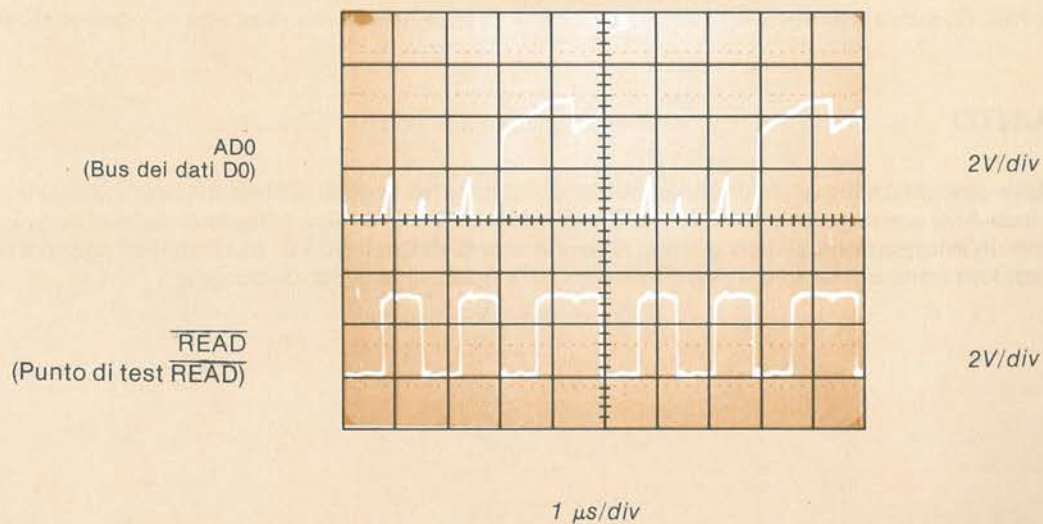

Figura 10-7. I dati stabili presenti sulla linea AD0 sono letti dal microprocessore sul fronte di salita del segnale  $\overline{\text{READ}}$
- I) Collegare il canale A ancora ad AD0 e il canale B alla linea di  $\overline{\text{READ}}$  (servitevi del punto di test  $\overline{\text{READ}}$  per l'analisi della firma, posto subito sotto la fila dei LED del bus degli indirizzi). La Figura 10-7 vi mostra l'immagine che vi si presenterà sullo schermo. Quando  $\overline{\text{READ}}$  è basso la memoria pone un dato sul bus dei dati/indirizzi. Sul fronte di salita di  $\overline{\text{READ}}$  il microprocessore legge tale dato. Notate che in tale istante la linea AD0 è ad un livello stabile e valido.